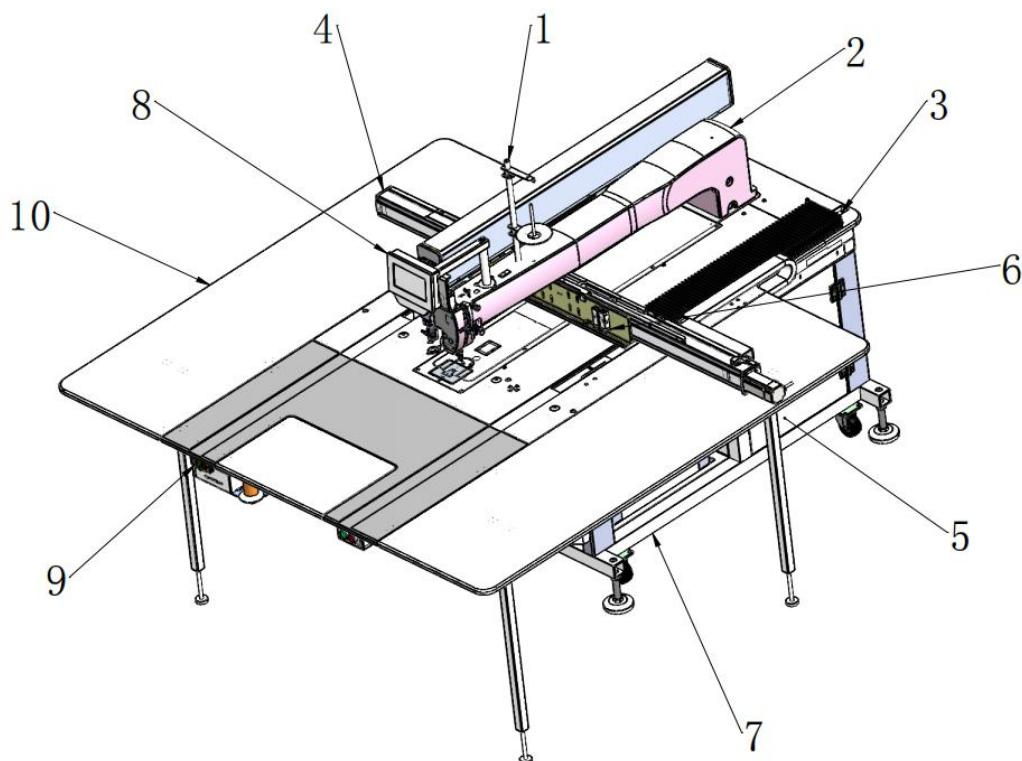

图 2-1 自动模板缝制中心
- (1)、平车车头。见图 2-1 中的 (2)，主要实现服装的缝制，位于桌面上部位；
- (2)、Y 轴传动部件。见下图 2-1 中的 (3)，通过 AC 伺服电机和精密丝杠的传动配合，主要实现服装模板（衣物）的纵向精确移动，位于桌面底下；
- (3)、X 轴传动部件。见下图 2-1 中的 (4)，主要由精密丝杆和 AC 伺服电机构成来实现服装模板（衣物）的横向精确移动，置于 Y 轴之上，横穿平车车头；
- (4)、机架。由型钢焊接配合，实现对车头、X 轴、Y 轴和其他零部件的支撑作用，是设备的基础支座，见下图 2-1 中的 (7)；
- (5)、设备主控电箱。固定于桌架大梁上，对机械设备的所有动作的精确控制，是控制中心，见下图 2-1 中的 (5)；如下图 2-1 中的 (8) 为机交流的触摸屏及其支架。